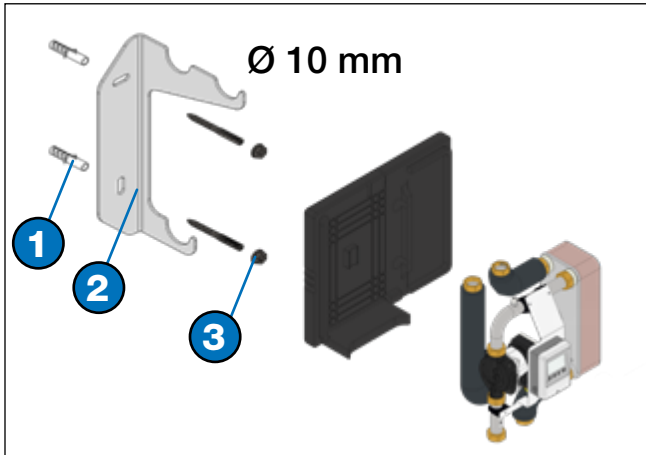

Fig. 8-3: Wandmontage van de drinkwatereenheid
- Bekijk Fig. 8-3 voor stap 4-7.
5. Schroef de ophangbouten (3) in de pluggen.